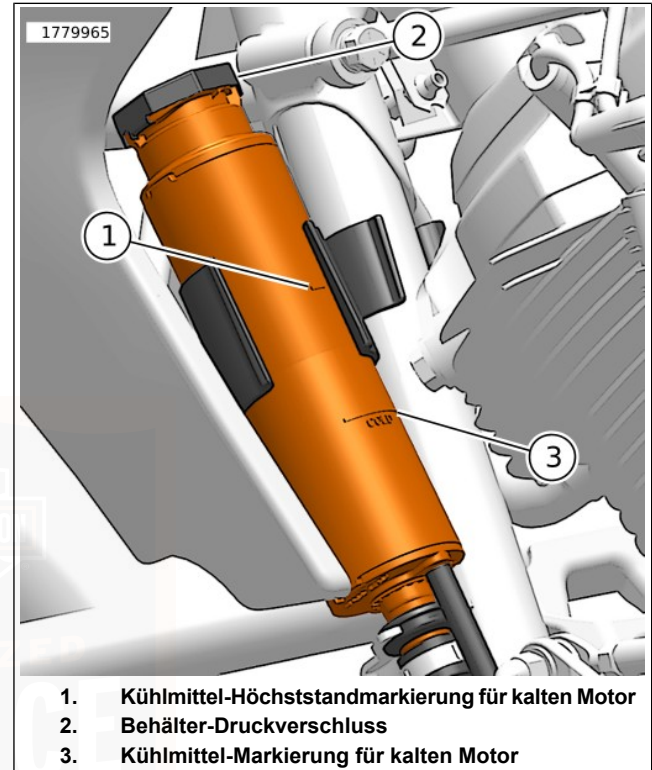

Abbildung 103. Kühlmittelstand
1. Siehe Abbildung 103. Prüfen, ob der Kühlmittelstand im Behälter zwischen der Kühlmittel-Höchststandmarkierung (1) und der Kühlmittel-Markierung für kalten Motor (3) liegt.
3. Siehe Abbildung 103. Den Druckverschluss (2) des Behälters entfernen.